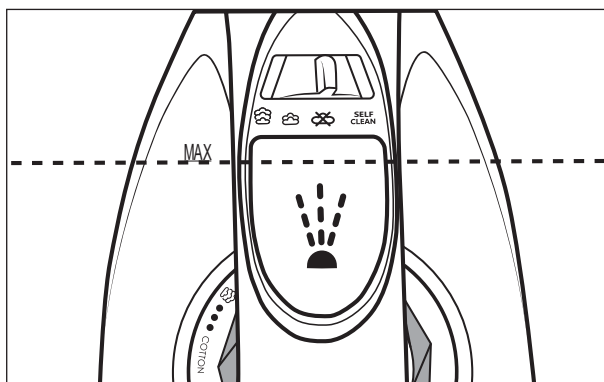

Fig. 1
- 3) Con il misurino **1** riempire il serbatoio dell'acqua **2** non oltre il segno **MAX** (vedere fig. 1).